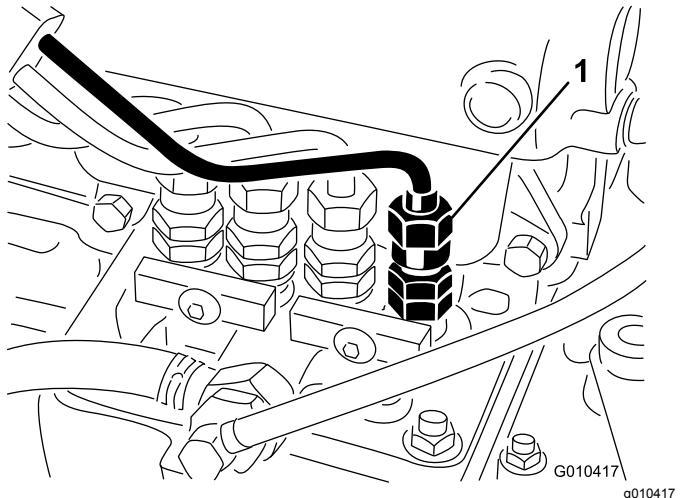

図 34
1. 燃料噴射ポンプの No.1 インジェクタノズル図 34 のパイプ接続部をゆるめる。